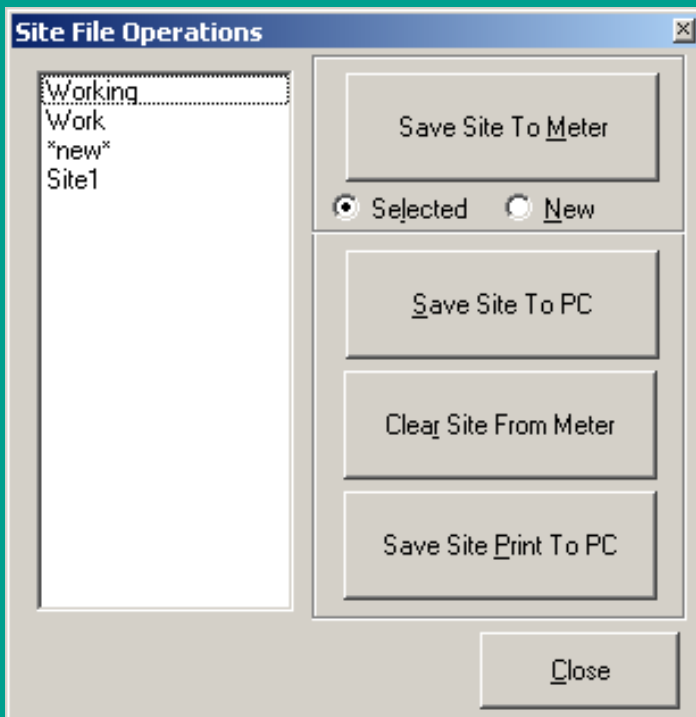

Figura 31: Janela de operações do ficheiro do sítio
Para aceder aos ficheiros do site, clique no botão ficheiros do site na janela de propriedades. Abre-se a janela de operações do ficheiro do local (mostrada na figura 31).
1. Realce o local pretendido no painel esquerdo. (ver figura 31)
1. Realce o sítio no painel esquerdo. (ver figura 31)